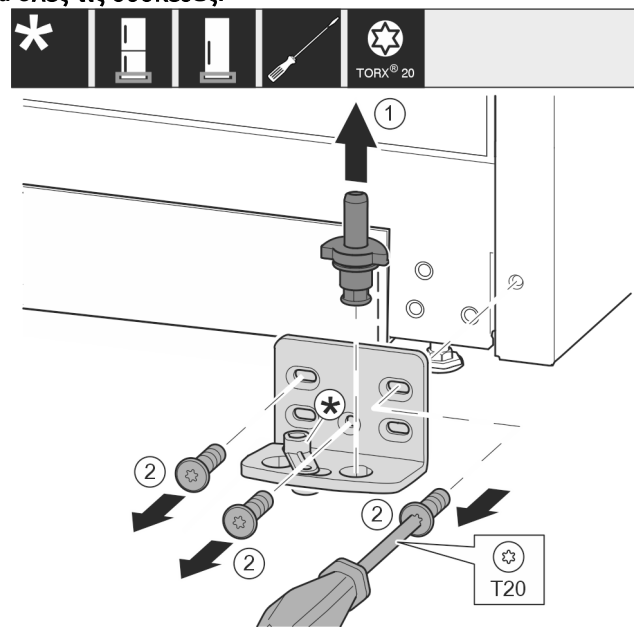

Fig. 12
- ▶ Τραβήξτε έξω ολόκληρο τον πείρο προς τα επάνω. Fig. 12 (1)
- ▶ Ξεβιδώστε τις βίδες με κατσαβίδι T20 και αφαιρέστε το στήριγμα. Fig. 12 (2)